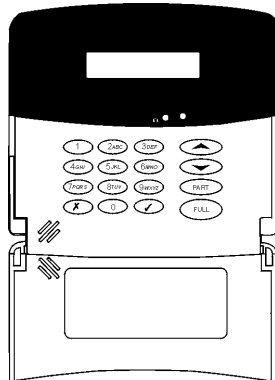

Abbildung 3: LCD Programmierungstastenfeld (PK836)
- Alle in den nachfolgenden Abschnitten beschriebenen Anmeldungen und Testfunktionen, mit der LCD Programmierungstastatur (PK836) durchgeführt, sind in Abbildung 3 aufgeführt. Verbinden Sie die Programmierungstastatur (PK836) mit dem Programmierungstastaturanschluss. (PK836)